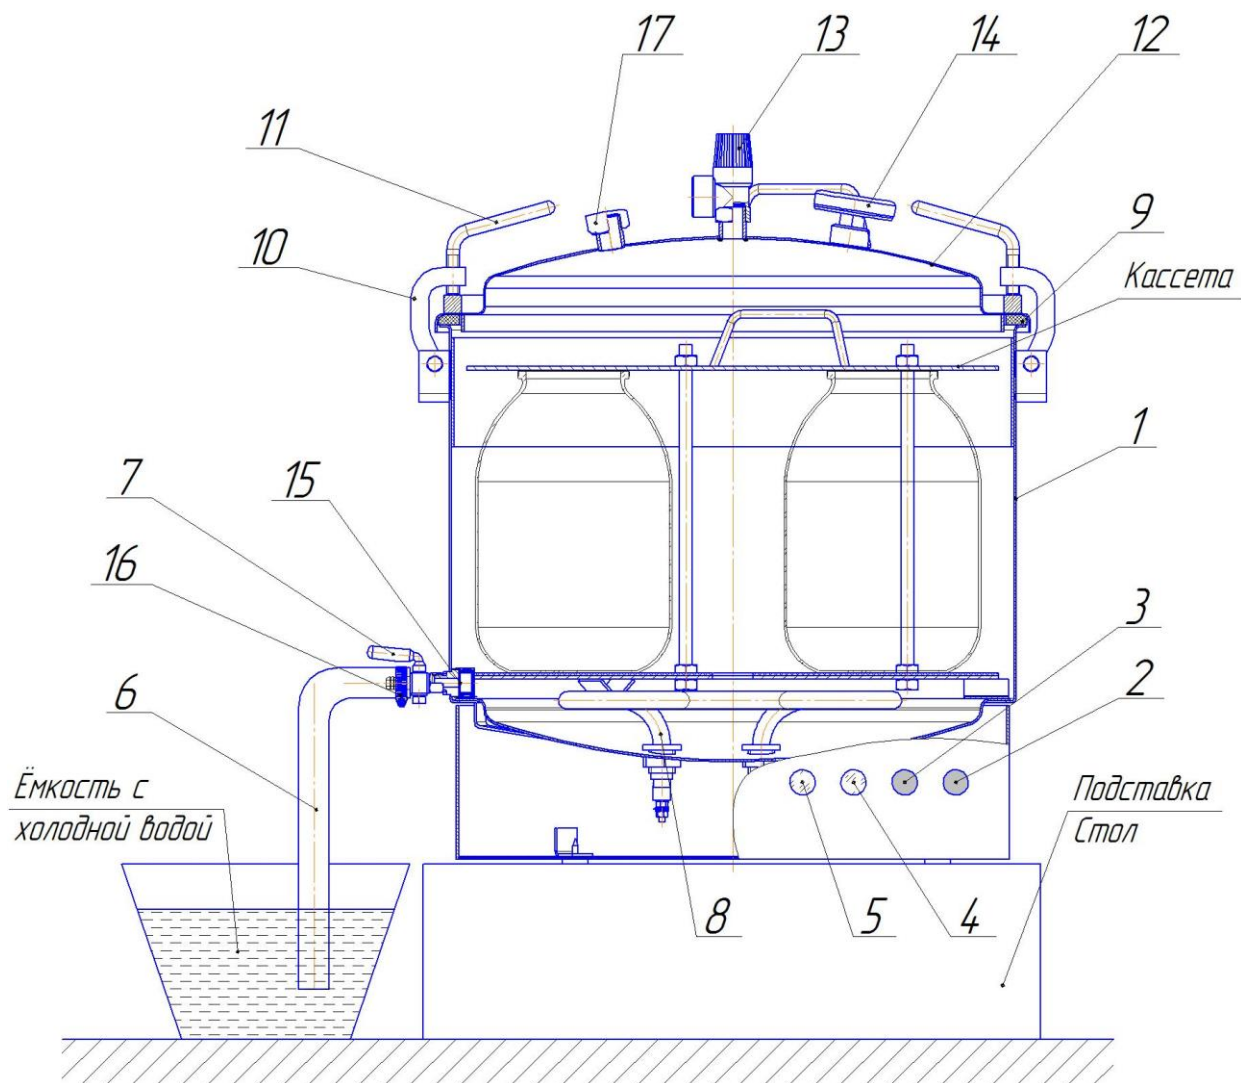

Рис. 1. Автоклав в сборе
4.4. Для защиты от брызг и пара при сливе воды с температурой свыше 100 °С, конец шланга слива 6 (рис.1) опустить в ведро (или другую ёмкость) с небольшим количеством холодной воды (водяной затвор) и закрепить его (например, привязав шланг к ручке ведра), иначе возможны хаотичные движения шланга с выбросом пара и горячей воды во все стороны в первые минуты слива воды.
— не вывинчивать упоры зажима крышки 8 (рис. 1) автоклава;
— при необходимости сбросить давление в автоклаве, повернуть головку предохранительного клапана 13 (рис.1), до полного прекращения выхода пара (для предотвращения попадания пара на руку одеть защитную перчатку);
— вывинтить упоры 11(рис. 1), отбросить прижимы 10 и снять крышку 12;
5.2. Установить автоклав на подставку (рис.1).
5.4. Проверить затяжку заглушки 17 (рис. 1).
5.7. Снять крышку 12 (рис.1), аккуратно опустить кассету с банками в корпус 1 автоклава.
При этом загорается сигнальная лампа 5 зелёного цвета (рис. 1). Это означает, что автоклав находится под напряжением.
5.13. Нагреть воду в автоклаве до температуры стерилизации. Поддерживать температуру стерилизации в течение времени, рекомендуемого в выбранном Вами рецепте. Контроль температуры осуществлять по стрелочному термометру 14 (рис.1), поддерживать её постоянной включая или выключая ТЭН кнопками «ПУСК» и «СТОП». Время контролировать по часам.
- открыть кран 7 (рис.1) для слива воды, который снабжён дозирующим устройством(жиклёр 15), обеспечивающим слив воды за 20-30 минут, смотри пункт 4.4.
5.15. После остывания автоклава до 95°C повернуть головку предохранительного клапана 13 (рис.1) и выпустить из автоклава пар. Эти действия позволят продолжиться процессам слива воды и более интенсивному остыванию кассеты с банками.
5.17. Вывинтить упоры 11 (рис.1), отбросить прижимы 10, снять крышку 12.
6.1. Убрать из автоклава кассету (рис. 1).